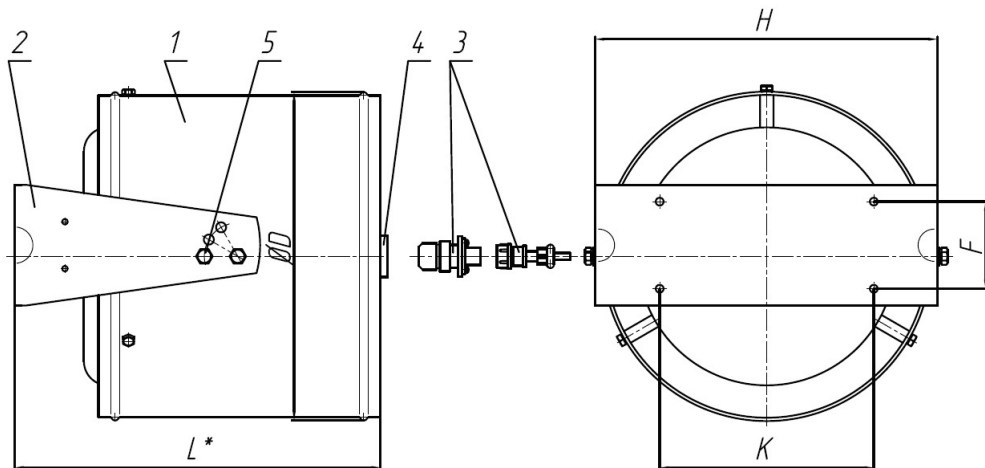

Рис.1. Генератор огнетушащего аэрозоля «ТОР 1500»
3.1. В комплект поставки (рис.1) входит:
4.1. Устройство генератора (рис.1).
6.2. Монтаж генератора производится с помощью кронштейна крепления поз.2 (рис. 1) на жесткой вертикальной конструкции (стены, колонны и др.). При выборе расстояния между генератором и объектом тушения необходимо учитывать длины зон с повышенной температурой п. 10 раздела 2, но оно не должно превышать, по возможности, 3,0 м. Для монтажа сверлятся 4 отверстия диаметром 8 мм под пластмассовый дюбель 8 мм на глубину 48 мм в соответствии с размерами, указанными на рис. 1. Кронштейн крепления закрепляется шурупами диаметром 6 мм и длиной 35мм. На металлических конструкциях кронштейн крепления закрепляется при помощи 4 винтов М6х30, 4 шайб пружинных 6 и 4 гаек М6 через 4 просверливаемых в месте крепления отверстия Ø7 мм. (Метизы в комплект не входят).
Учитывая, что генератор обеспечивает объемное тушение, то максимально быстро создать концентрацию аэрозоля в зоне возможного возникновения пожара можно направлением оси генератора на неё с помощью 4 регулировочных винтов М8 поз. 5 (рис. 1).
7.4. Снять заглушку поз. 4 (рис. 1) и вернуть воспламенительный узел поз.3 (рис.1).